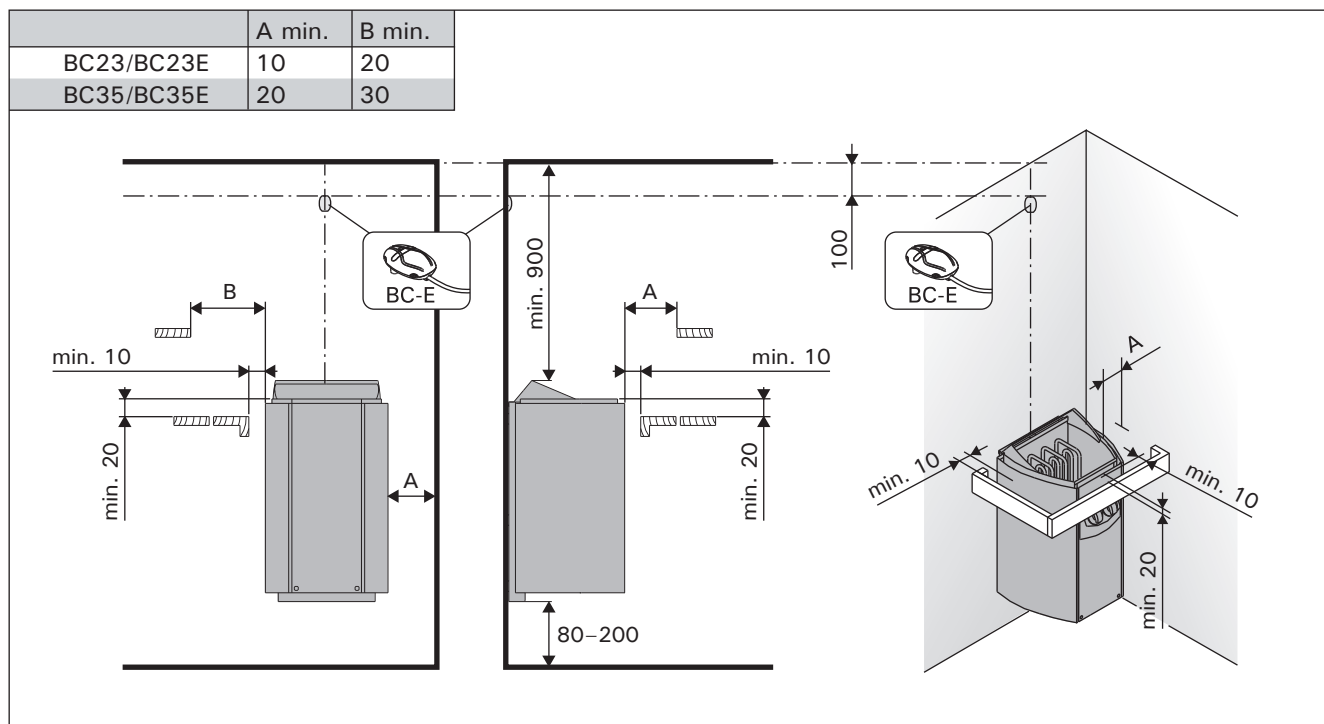

Рисунок 6. Расстояния безопасности (все размеры приведены в миллиметрах)
- При расположении каменки выполняются ли условия минимальных расстояний, изображенных на рис. 6 и указанных в таблице 2.
К пульту приложены более детальные инструкции по его креплению к стене. Датчик температуры устанавливается на стене сауны над каменкой на средней линии ширины каменки на расстоянии 100 мм от потолка. См. рис. 6.